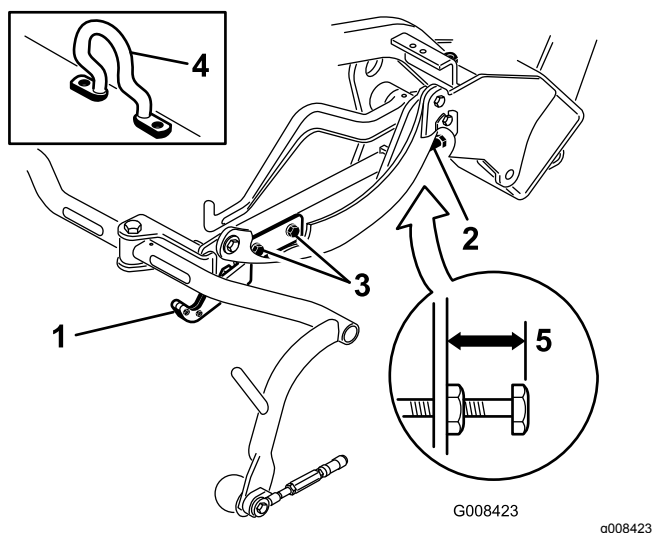
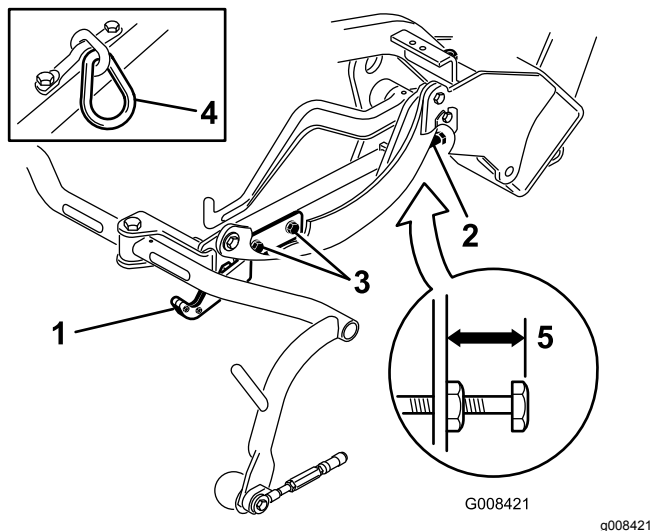
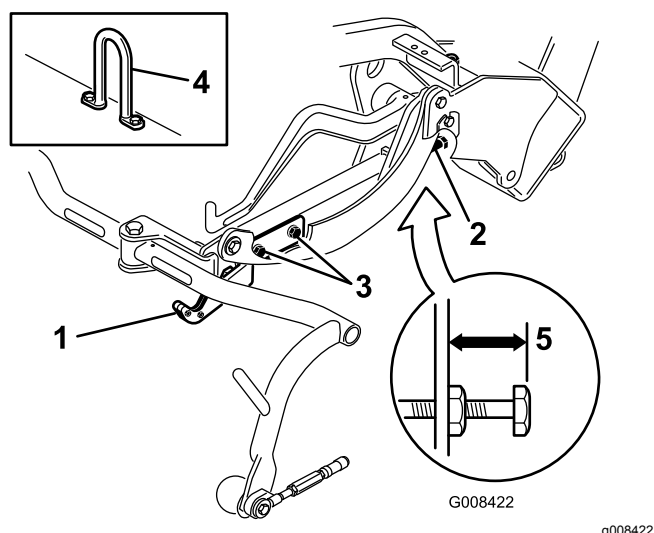

Figura 13
Figura 14
Figura 15
Controllate l'altezza di trasferimento (Figura 14 e Figura 15) e regolatela se necessario.
2. Sugli apparati di taglio dotati di un gancio di sollevamento sfalsato (riquadro Figura 13), verificate che la distanza dalla parte superiore della vite di regolazione del telaio portante alla parte posteriore del telaio portante sia pari a 25 mm. Se la distanza non è di 25 mm, passate al punto 4.
3. Sugli apparati di taglio dotati di un gancio di sollevamento sfalsato (riquadri Figura 14 e Figura 15), verificate che la distanza dalla parte superiore della vite di regolazione del telaio portante alla parte posteriore del telaio portante sia pari a 22 mm. Se la distanza non è di 22 mm, passate al punto 4. Se l'elemento di taglio è dotato di gancio di sollevamento sfalsato (Figura 13), passate al prossimo punto.
4. Allentate le viti di montaggio della piastra di trasferimento (Figura 14, Figura 15 e Figura 13).
7. Se i telai portanti non si trovano alla stessa altezza, allentate il controdado della vite di regolazione del telaio portante (Figura 13, Figura 14 e Figura 15). Ruotate la vite, svitandola per sollevare il telaio e avvitandola per abbassarlo. Serrate il controdado una volta raggiunta l'altezza corretta.